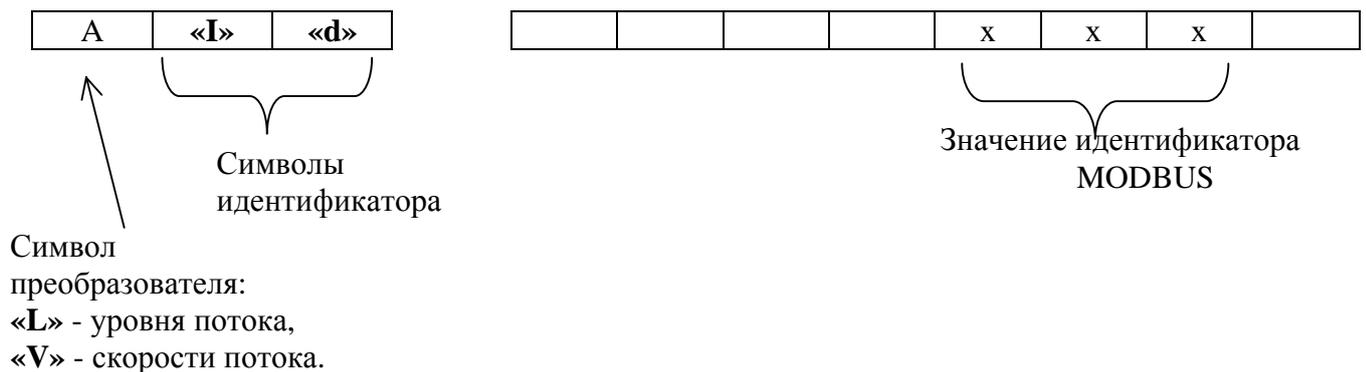

Рис. 13. Отображение идентификаторов MODBUS.
1.5.1.8. При выборе пунктов меню «Идентификатор ПУП» или «Идентификатор ПСП» на индикатор БИТТ-2 выводится информация об адресе MODBUS преобразователя уровня потока (ПУП) либо скорости потока (ПСП), как показано на рис. 13.